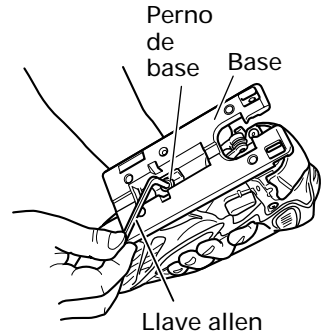
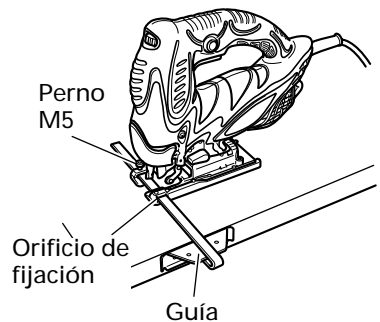
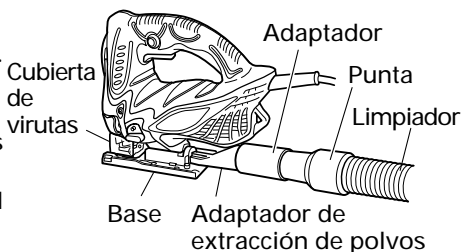

Fig. 10
Fig. 12
Fig. 18
- (1) Afloje el perno de base con la llave allen provista en la base. (Fig. 10)
- (3) Fije la guía haciéndola pasar a través del orificio de fijación de la base y apriete el perno M5. (Fig. 12)
- (4) Ajuste la posición orbital a "0".
**NOTA:** Para cortar con precisión utilizando la guía (Fig. 10), ajuste siempre la posición orbital a "0".
(1) Afloje el perno de base con la llave allen provista en la base y mueva la base completamente hacia adelante. (Fig. 10, 11)
(3) Apriete de nuevo el perno M5. (Fig. 10)
(4) Ajuste la posición orbital a "0".
- (1) Retire la llave allen de la base.
- (2) Mueva la base completamente hacia adelante. (Figs. 10, 11)
- (3) Fije la cubierta de virutas.
- (4) Conecte el adaptador de extracción de polvos con el adaptador. (Fig. 18)
- (5) Conecte el adaptador con la punta del limpiador. (Fig. 18)